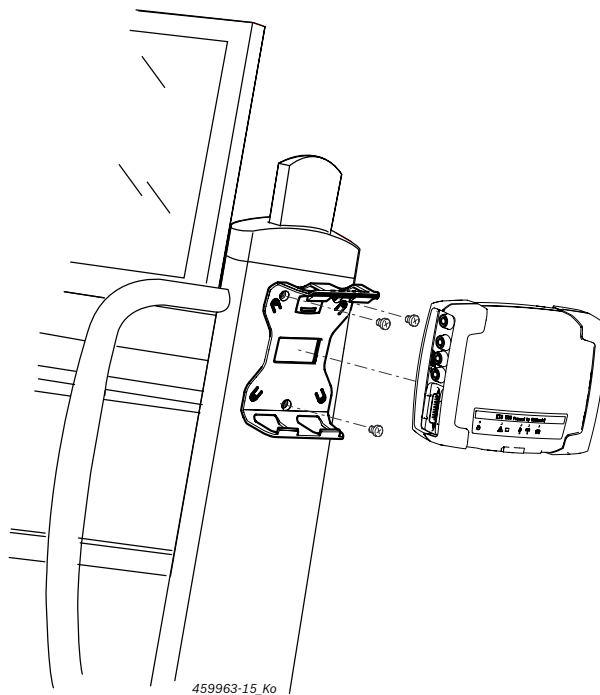

Abb. 7: Montaje del soporte de fijación
1. Atornillar el soporte de fijación en el carro con los tornillos de cabeza amolada suministrados (fig. 7).